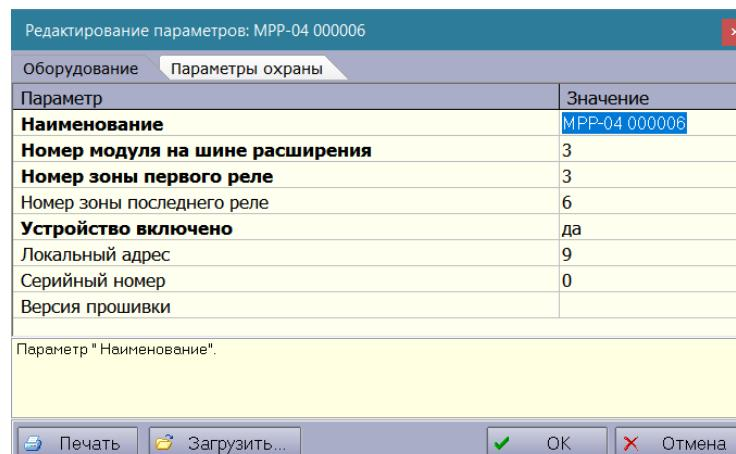

Рисунок 9
- Нажмите кнопку «OK» (см. рисунок 9).